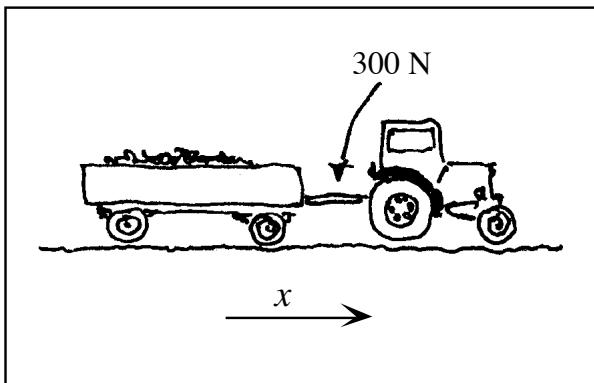

Fig. 6.9. Per l'esercizio 1
1. Nella sbarra fra trattore e rimorchio fluisce una corrente di quantità di moto di 300 N, fig. 6.9. Che tipo di quantità di moto fluisce *al rimorchio*? Rappresenta l'intensità della corrente di quantità di moto con una freccia vettore. Descrivi lo stesso processo indicando quanta e che tipo di quantità di moto fluisce *dal rimorchio* attraverso la sbarra.